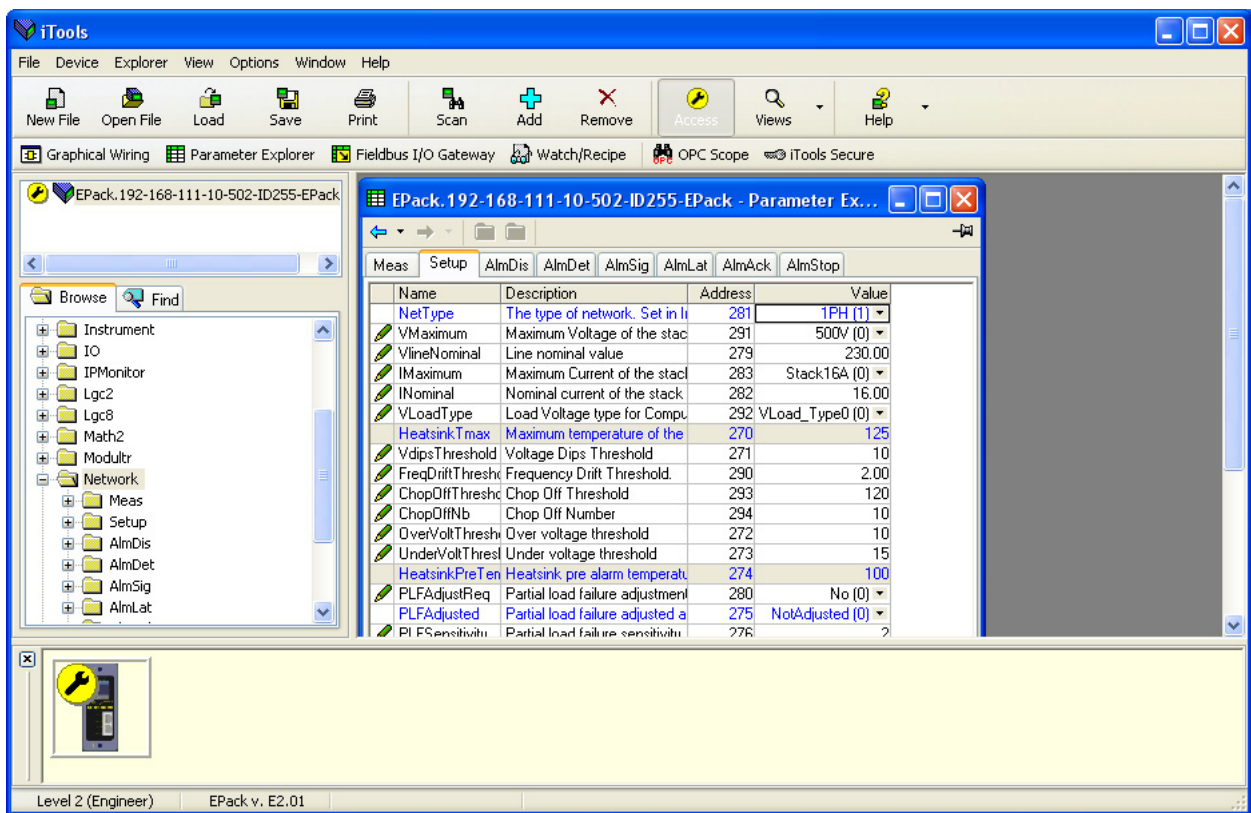

Figure 136 Exemple de tableau de paramètres
Dans chaque cas, les paramètres du bloc fonction apparaissent dans la fenêtre iTools sous forme tabulaire, comme dans l'exemple de la Figure 136.
1. Les paramètres en bleu ne sont pas éditables (Lecture seule). Dans l'exemple ci-dessus, tous les paramètres sont à lecture seule. Les paramètres en lecture/écriture sont en noir et comportent un symbole représentant un « crayon » dans la colonne d'accès à la lecteur/écriture sur le bord gauche du tableau. Plusieurs de ces éléments sont indiqués dans la Figure 136 ci-dessus.
2. Colonnes. La fenêtre d'exploration par défaut (Figure 136) contient les colonnes « Nom », « Description », « Adresse » et « Valeur ». Comme la Figure 139 ci-dessus le montre, les colonnes à afficher peuvent être sélectionnées, dans une certaine mesure, à l'aide du menu « Exploration » ou du menu contextuel. Les « Limites » ont été validées pour l'exemple ci-dessus.